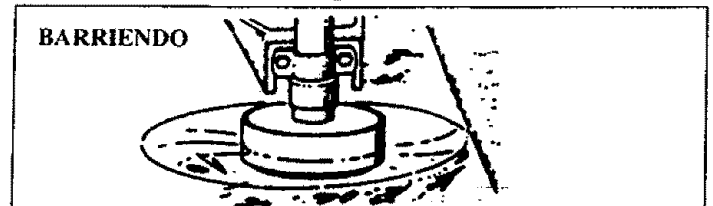

Figura 12
4. **BARRIENDO** - Figura 12. La acción de ventilador de la línea giratoria puede usarse para una limpieza rápida y fácil. Mantenga la línea paralela y por encima de las superficies a ser barridas y mueva la herramienta de lado a lado.